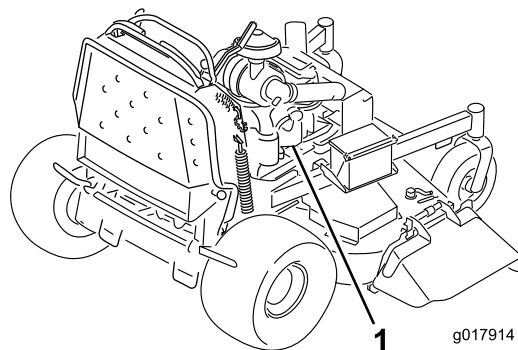

Figura 54
6. Haga la conexión final al bloque motor del vehículo que no arranca (NO al borne negativo de la batería) en un punto alejado de la batería, y apártese (Figura 54).